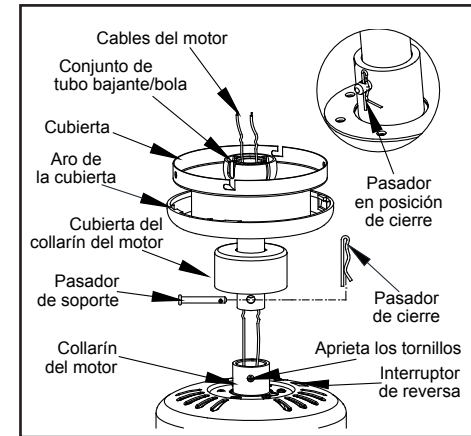

Figura 7
5. Inserta los cables que salen por la parte superior del motor del ventilador, a través de la cubierta decorativa del collarín del motor y enseguida por el aro de la cubierta. Asegúrate de que las ranuras queden en la parte superior. Inserta los cables a través de la cubierta y enseguida a través del conjunto del tubo bajante y bola. (Figura 7)
7. Alinea los orificios en la parte inferior del tubo bajante con los aquellos del collarín en la parte superior de la carcasa de motor. (Figura 7)
Inserta con cuidado el pasador de soporte a través de los orificios del collarín y del tubo bajante. Ten cuidado de no apretar contra el cableado dentro del tubo bajante. Inserta el pasador de cierre en el orificio cercano al extremo del perno hasta que encaje en su posición, como se muestra en el círculo de la Figura 7.
Este ventilador se envía desde la fábrica con el interruptor de reversa en posición de hacer circular el aire hacia abajo. Si deseas encauzar el flujo de aire en sentido contrario, apaga el ventilador y espera a que las aspas se detengan; enseguida desliza el interruptor de reversa (ubicado en la caja de interruptores, consulta la Figura 7 de la página 4) hacia la dirección opuesta y a continuación vuelve a encender el ventilador. Las aspas del ventilador girarán en sentido contrario y cambiarán la dirección de la corriente de aire.